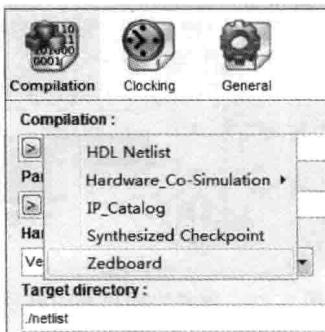

图 6.27 添加了新的编译目标
- (3) 重新打开 System Generator 符号。
- (4) 如图 6.27 所示,在 Compilation 下拉框中,添加了 Zedboard。